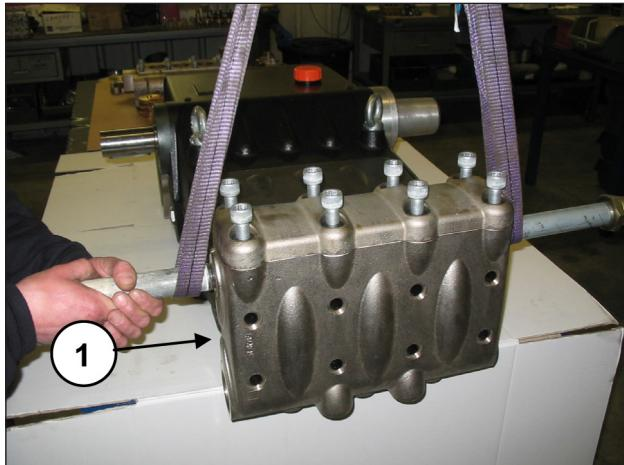
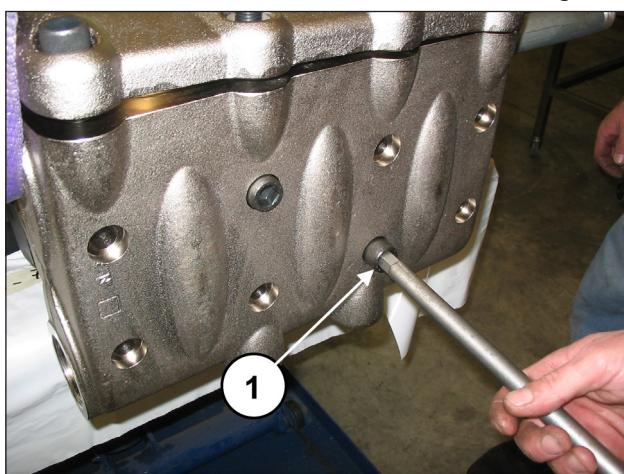

Fig. 134
Fig. 135
Monter la tête hydraulique sur le carter de pompe (rep. ①, Fig. 134) en prenant garde de ne pas heurter les pistons et visser les 8 vis M16x150 (rep. ①, Fig. 135).
Serrer les 8 vis M16x150 en partant des 4 vis internes et en les croisant (voir Fig. 135), puis passer aux 4 vis externes, toujours en croix.